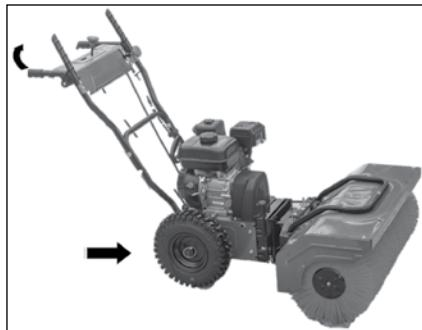

Рис. 9
- Приподнимите рукоятки машины вверх и подкатите ее к насадке (рис. 9).